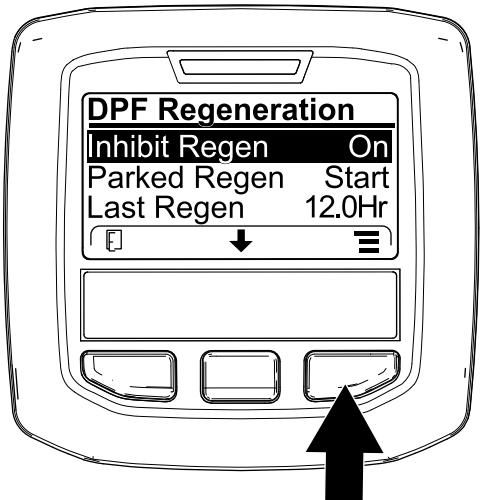
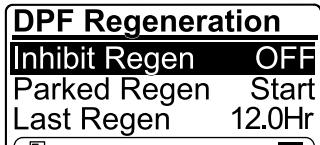

Figura 48
Figura 49
1. Aceda ao menu Regeneração do DPF, prima o botão central para ir até à opção INIBIR REGENERAÇÃO e prima o botão direito para selecionar a entrada Inibir regeneração (Figura 48).
2. Prima o botão direito para alterar a definição da Inibição da regeneração de Ligado para Desligado (Figura 48) ou de Desligado para Ligado (Figura 49).